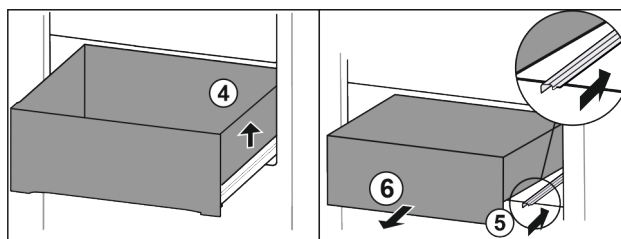

Fig. 114
- ▶ 抬起抽屉右侧。 Fig. 114 (4)
- ▶ 推入右侧轨道。 Fig. 114 (5)
- ▶ 朝前取出抽屉。 Fig. 114 (6)